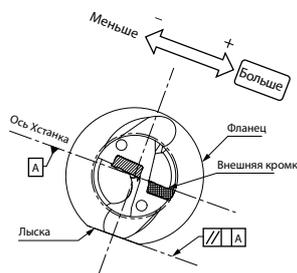

Рис. 2. Наружная пластина обращена вверх
- Чтобы сделать диаметр отверстия больше, переместите сверло по оси X в сторону наружной пластины (Рис. 2, Рис. 3). Чтобы сделать диаметр отверстия меньше, переместите сверло по оси X в противоположном направлении. Такое перемещение оси называют смещением. Следите за тем, чтобы диаметр отверстия не был меньше диаметра сверла на 0,2 мм и более. В противном случае корпус будет затирать просверленное отверстие (Рис. 4). Пример: при использовании сверла $\varnothing 20$ диаметр отверстия должен составлять как минимум 19,8 мм.